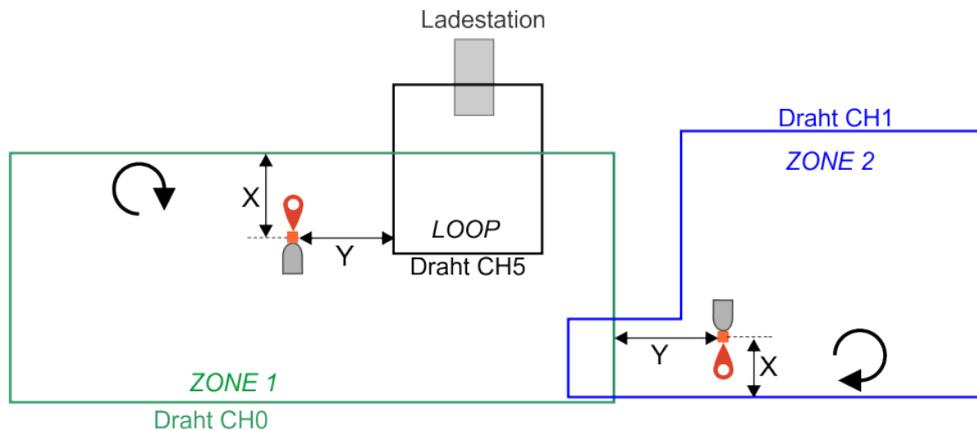

Abbildung 120: Infrastruktur
16. Positionieren Sie den Roboter an der gewünschten Stelle in ZONE 1. Dies muss sich auf die für ZONE 1 definierte Rückkehrrichtung beziehen. In diesem Beispiel ist dies im Uhrzeigersinn wie in **Abbildung 120: Infrastruktur** (Seite 93) gezeigt. X muss > 5 m sein. Y muss > 10 m sein. Der Roboter muss in Richtung Draht fahren.
21. Positionieren Sie den Roboter an der gewünschten Stelle in ZONE 2. Dies muss sich auf die für ZONE 2 definierte Rückkehrrichtung beziehen. In diesem Beispiel ist dies im Uhrzeigersinn wie in Abbildung 120: Infrastruktur (Seite 93) gezeigt. X muss > 5 m sein. Y muss > 10 m sein. Der Roboter muss in Richtung Draht fahren.